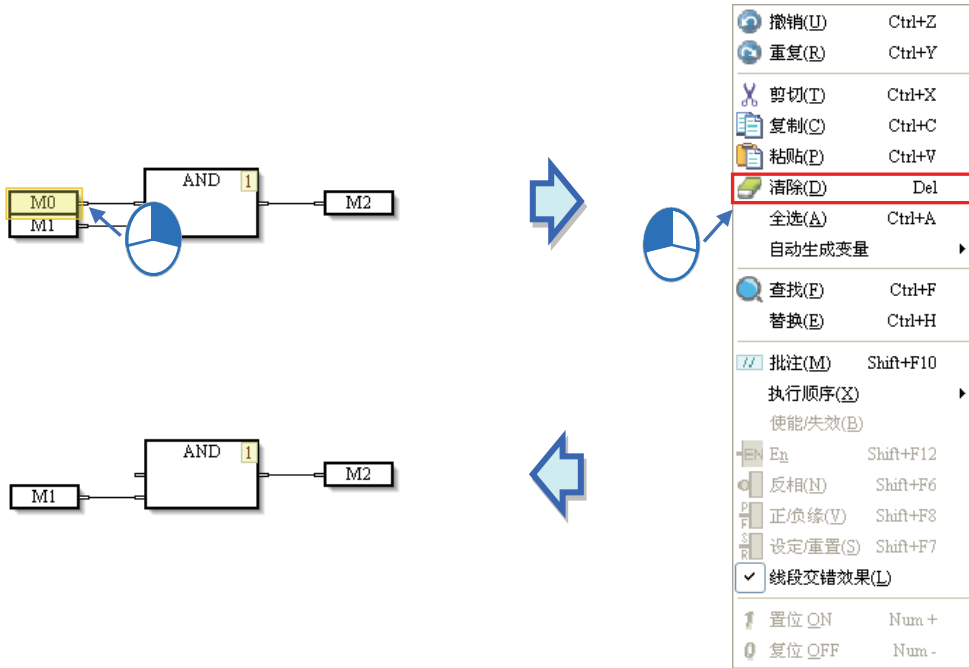

图 12-34 清除对象
(2) 选取该对象，按下鼠标右键后，在快捷选单点选「清除 (D)」。如图 12-34。